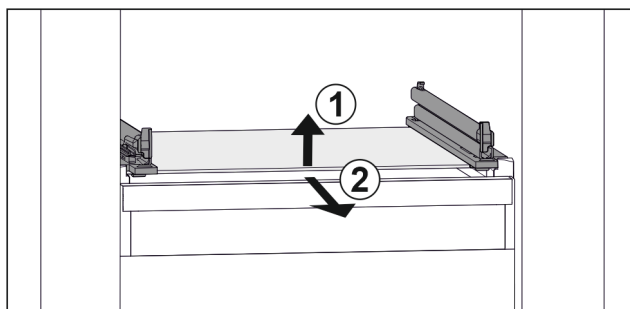

Fig. 133 Eksempel på fremstilling av glassplaten
- ▶ Løft opp glassplaten foran. Fig. 133 (1)
- ▶ Ta ut glassplaten fremover. Fig. 133 (2)